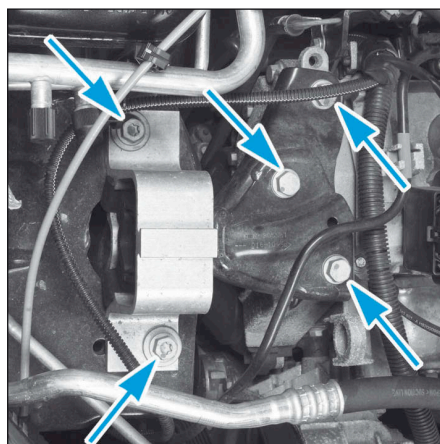

FIG.61
- Déposer le support moteur droit (Fig.61).